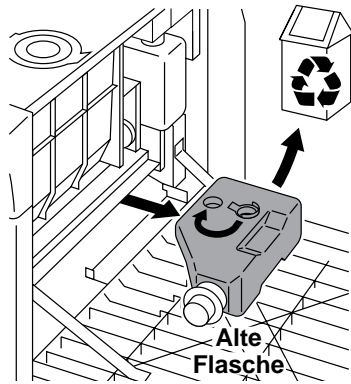

Abbildung 4-16 Entfernen des Entwicklersammelbehälters
2. Entfernen Sie den Entwicklersammelbehälter, wie in Abbildung 4-16 gezeigt.
3. Bringen Sie den Verschuß der Flasche von der Aufbewahrungsposition auf der Öffnung des Sammelbehälters an, um den Behälter zu verschließen (siehe Abbildung 4-16).